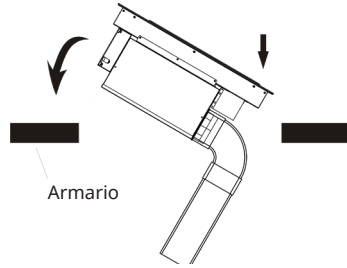

Imagen 6
7. Por último, coloque la placa en el armario en un ángulo adecuado. (véase la imagen 6).